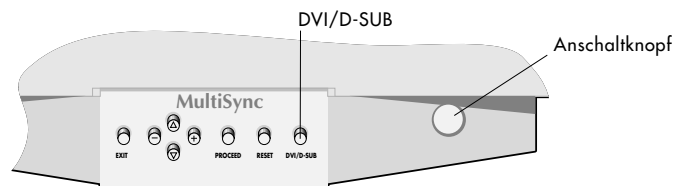

Abbildung D.1
4. Schalten Sie den Monitor (**Abbildung D.1**) und den Computer ein.